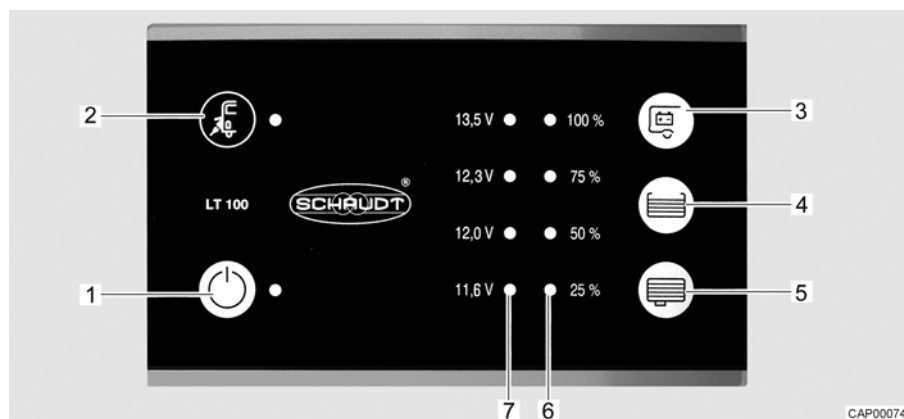

Bild 72 Panel (LT 100)
Die gelbe LED beim Symbol Netzanschluss  (Bild 72,2) leuchtet, wenn das Fahrzeug an eine externe Netzversorgung angeschlossen ist. Die LED leuchtet dann auch bei ausgeschaltetem Panel.
Der 12-V-Hauptschalter (Bild 72,1) schaltet das Panel und die 12-V-Versorgung des Wohnraums ein und aus.
- Schalter "⏻" (Bild 72,1) drücken: Die 12-V-Versorgung des Wohnraums ist eingeschaltet. Die LED leuchtet grün.
- Schalter "⏻" (Bild 72,1) erneut drücken: Die 12-V-Versorgung des Wohnraums ist ausgeschaltet. Die LED erlischt.
Die LED-Skala (Bild 72,7) zeigt die Batteriespannung der Wohnraumbatterie wie folgt an:
- Taste " " (Bild 72,3) drücken: Die Batteriespannung der Wohnraumbatterie wird angezeigt.
Die LED-Skala (Bild 72,6) zeigt den Füllstand des Frischwassertanks oder des Abwassertanks an.
- Taste "  " (Bild 72,4) drücken: Der Füllstand des Frischwassertanks wird durch leuchtende LEDs angezeigt.
- Taste "  " (Bild 72,5) drücken: Der Füllstand des Abwassertanks wird durch leuchtende LEDs angezeigt.